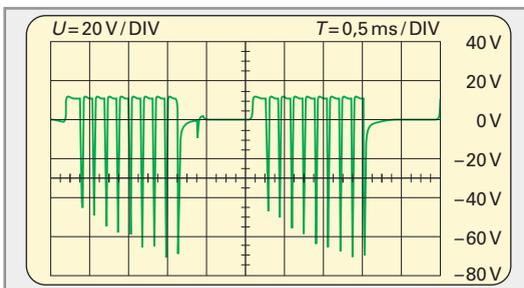

Bild 2: Nachladen des Kondensators (Boostern)
**Nachladen des Kondensators (Boostern).** Fällt die Kondensatorenergie unter einen Grenzwert ab, wird eine Injektorspule kurzzeitig mit Batteriespannung so angetaktet, dass der Injektor nicht öffnet. Die beim Ausschalten induzierte Spannung lädt den Kondensator nach (**Bild 2**).
## Schaltplanbeispiel einer Common-Rail-Anlage (1. Generation, Bild 2, Seite 325)